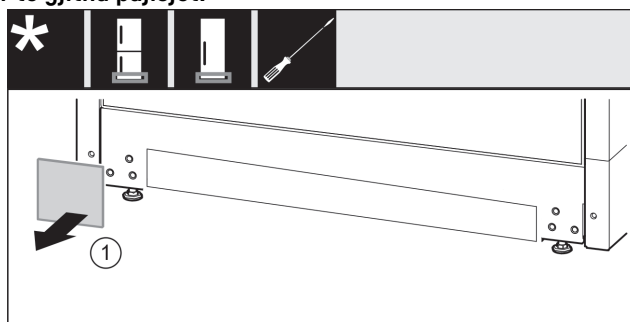

Fig. 30
- Hiqni kapakun mbulues Fig. 30 (1).